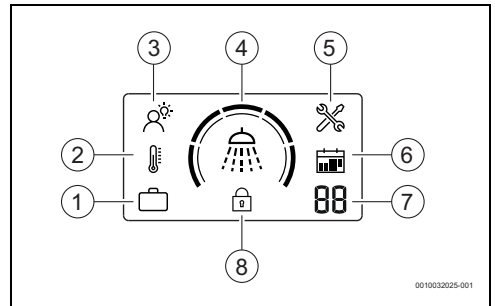

Fig. 5 Símbolos del display
- ▶ Pulse la tecla  hasta que aparezca el modo SMART en la pantalla (→ Fig. 5 [3]). Modo de funcionamiento SMART seleccionado.
- ▶ Pulsar la tecla  hasta que aparezca Modo MANUAL en la pantalla (→ Fig. 5 [2]). Modo de funcionamiento MANUAL seleccionado.
- ▶ Pulsar la tecla  hasta que aparezca Modo VACACIONES en la pantalla (→ Fig. 5 [1]). Modo de funcionamiento VACACIONES seleccionado.
- ▶ Presione la tecla  para seleccionar el número deseado de días de vacaciones (→ Fig. 5 [7]). El número seleccionado parpadea 3 veces para confirmar la selección.
Esta función bloquea el panel de mando (→ Fig. 5 [8]).